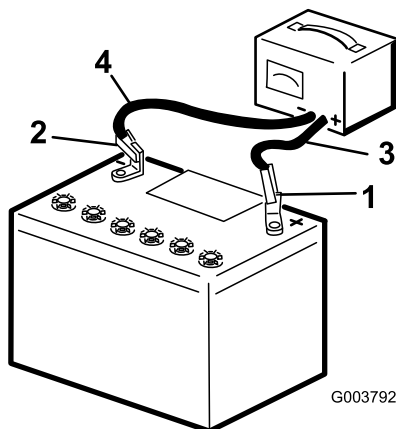

Bild 82
3. Schließen Sie das Plus-Batterieladegerätkabel am Pluspol der Batterie an (Bild 82).
4. Schließen Sie das Minus-Batterieladegerätkabel am Minuspol der Batterie an (Bild 82).
6. Wenn die Batterie ganz aufgeladen ist, ziehen Sie den Stecker des Ladegeräts aus der Stromquelle. Klemmen Sie dann die Klemmen des Ladegeräts von den Batteriepolen ab (Bild 82).